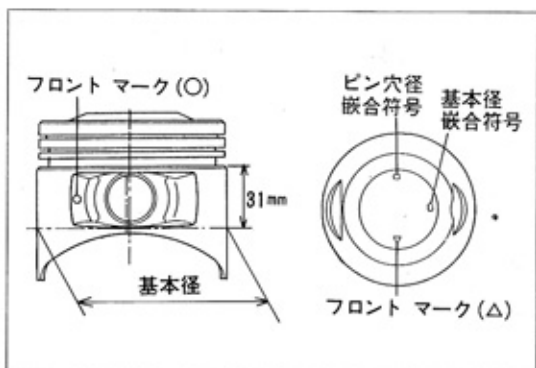

図10-1-16 ピストン外径測定箇所および嵌合符号打刻位置
①ピストンを交換する場合はシリンダブロック上面および下面に打刻してある嵌合符号と合わず。
①位置は図10-1-16に示す。